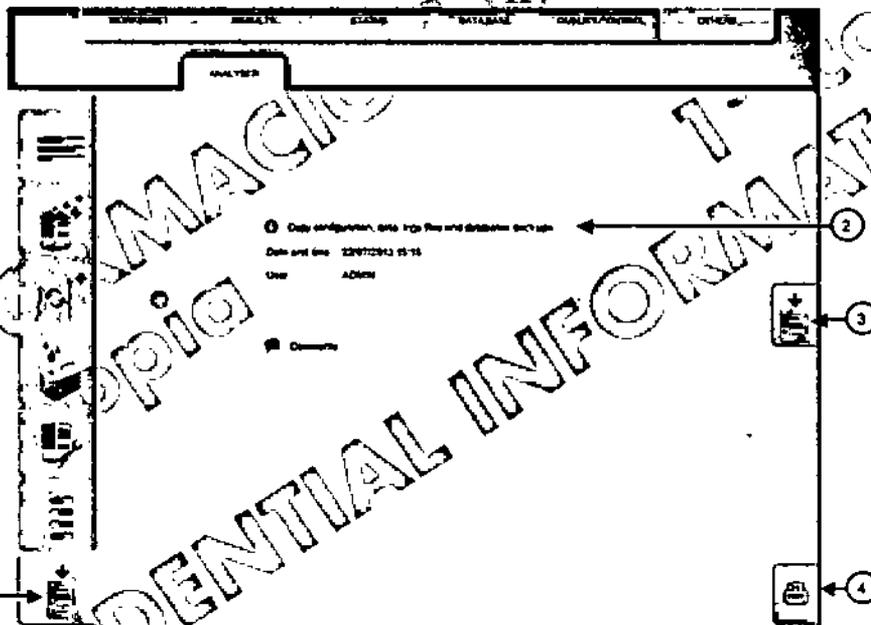

Figura 66: Pestaña Copia de seguridad
Use la pestaña Copia de seguridad (Figura 66) para ver información sobre las copias de seguridad anteriores y para hacer una copia de seguridad de la siguiente información almacenada en el equipo Erytra®:
1. Vaya a la pantalla Otros-Analizador y seleccione la pestaña **Copia de seguridad** (Figura 66: Pestaña Copia de seguridad, n.º 1). Para obtener más información, vea el apartado 11.1, "Pestaña Copia de seguridad".
2. Haga clic en el botón **Iniciar Copia de seguridad** (Figura 66, n.º 3).